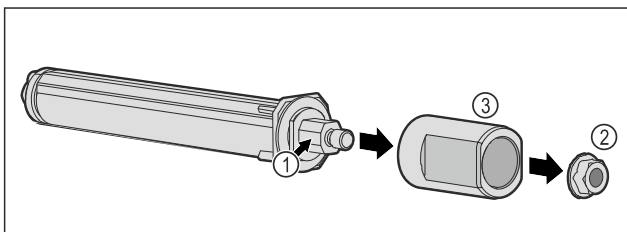

Fig. 54
- ▶ Türschließsystem Fig. 54 (1) nicht zerlegen.
- ▶ Mutter Fig. 54 (2) entfernen.
- ▶ Hülse Fig. 54 (3) abnehmen.